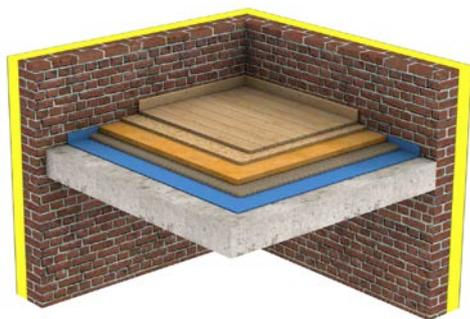

Fig. 1 Dalle en béton (vue 3D).
1. nettoyer le support et contrôler sa planéité. Les éventuels trous et fissures du support doivent être colmatés pour éviter les fuites de granules. Dans le cas d'un support en béton humide, placer une membrane d'étanchéité et une bande de rive qui remonte sur les murs jusqu'à la hauteur de l'isolant (voir figures 1 et 3)